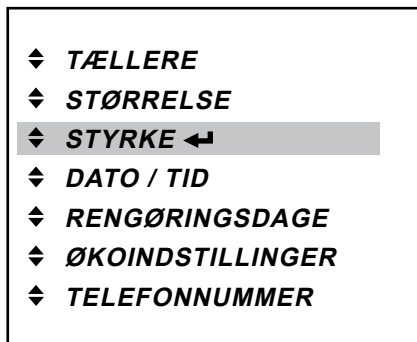

Fig. 35
1. Tryk på enter-knappen  for at gå ind i «STYRKE» menu. (Fig. 35)